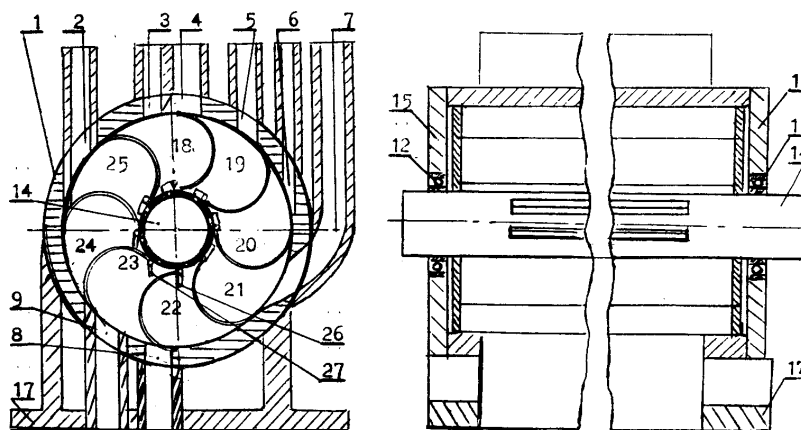

Рис.2
**Гидропневмовакuumная ковшово-камерная турбина.** Турбина (рис.2) состоит из статора-цилиндра 1 с прямоугольными отверстиями-щелями для входа воздуха 2; с отверстиями для выхода воздуха 3; с отверстиями для входа воды 4, 5, 6, 7 из водохранилища по водоводам (используется парадокс Паскаля – давления на ковши-корыта в герметично закрытой камере); с отверстиями для выхода воды из ковшей-камер 8, 9, поочередно поворачивающихся к ним. Статор-цилиндр 1 закрыт с торцов двумя крышками 10, 11, в которых размещены опорные подшипники 12, 13 вала-трубы 14. Ротор 2 представляет собой ковшово-камерное колесо с восемью ковшами-корытами, приваренными к валу-трубе 14 и к дискам 15, 16 (тоже приварены к валу-трубе 14, в которой выполнены продольные прямоугольные щели между ковшами-корытами, закрывающиеся клапанами под собственным весом или под давлением воды в рабочих ковшах-камерах).